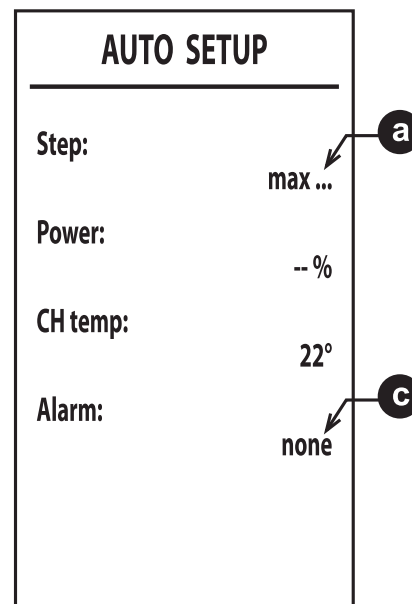

Рис. 39
6. После розжига горелка устанавливается на различные мощности (max, med, min – макс., средн., мин.), показываемые в точке **a** (рис. 39).
8. Если последовательность розжига, описанная в пункте «б», не дала положительных результатов, появляется сообщение **max\_err** в точке **a** и код ошибки в точке **c** (рис. 39).